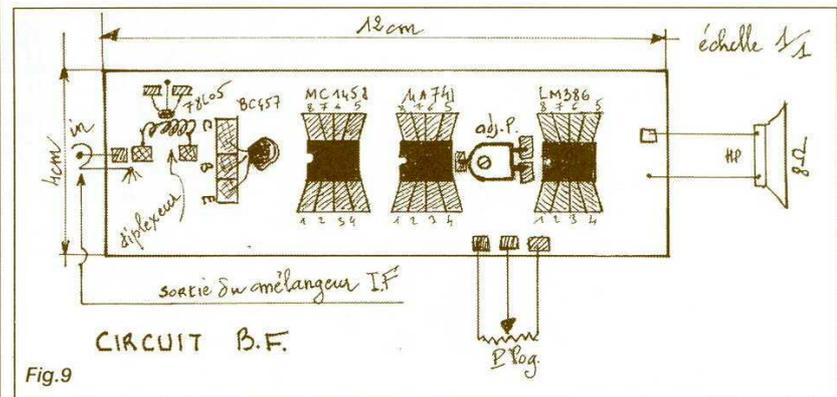

Fig.9
**Construction de la chaîne BF** (figure : 9)